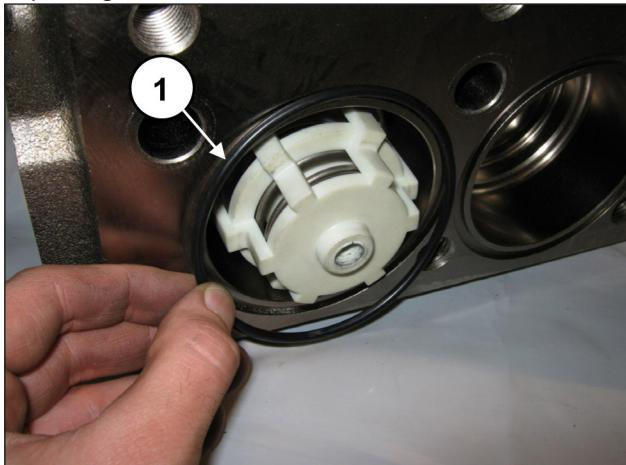

Fig. 153
Poser le joint torique frontal sur les soupapes d'aspiration (rep. ①, Fig. 153).